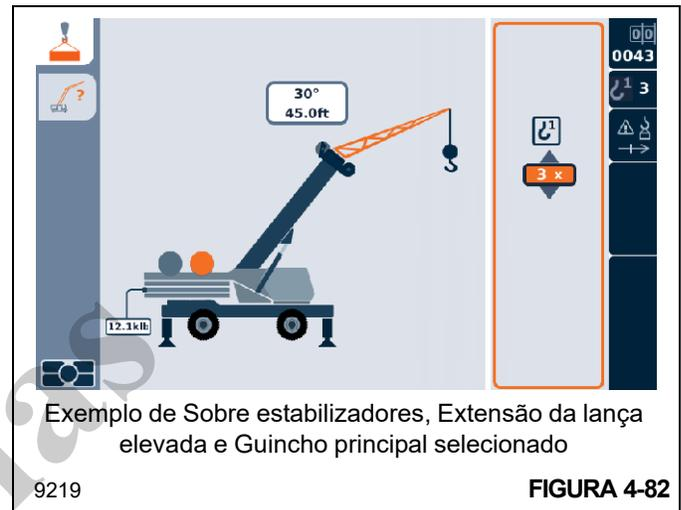

FIGURA 4-82
- Pressione o Botão rotativo ou o Botão OK, selecione o número de Pernas de cabo (Figura 4-82) usando o Botão rotativo ou os Botões de seta, então pressione o Botão rotativo ou o Botão OK para aceitar a seleção.